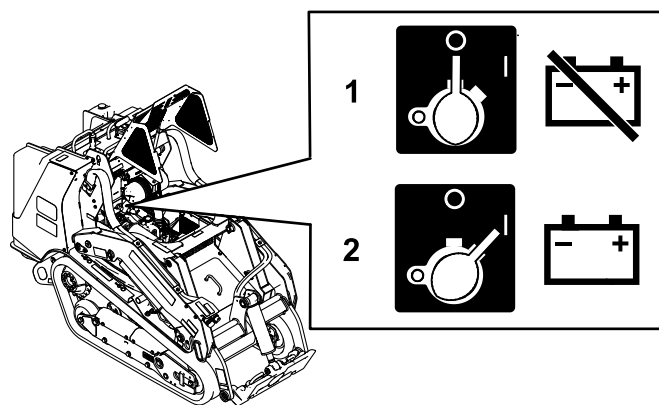

Figura 50
- Para que la máquina reciba energía eléctrica, gire el interruptor de desconexión de la batería en sentido horario a la posición de ENCENDIDO (Figura 50).
de la batería en sentido antihorario a la posición de APAGADO (Figura 50).